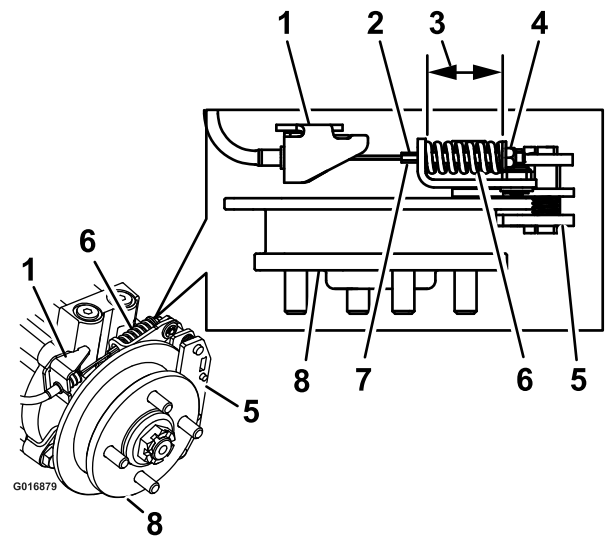

Figura 75
9. Sujete el extremo de la varilla roscada con una herramienta y ajuste la contratuerca hasta que el muelle mida de 1-1/2 a 1-9/16 pulgada (3.8 a 4.0 cm) (Figura 75). No deje que el cable gire mientras se aflojan las tuercas.